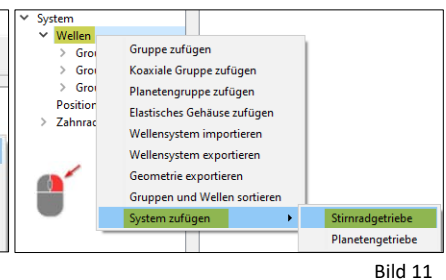

Bild 11
- ➔ Bitte beachten Sie, dass Sie alternativ über das Kontextmenü auf 'Wellen' (Bild 11) ein fertiges System "Stirradgetriebe" zuweisen können.